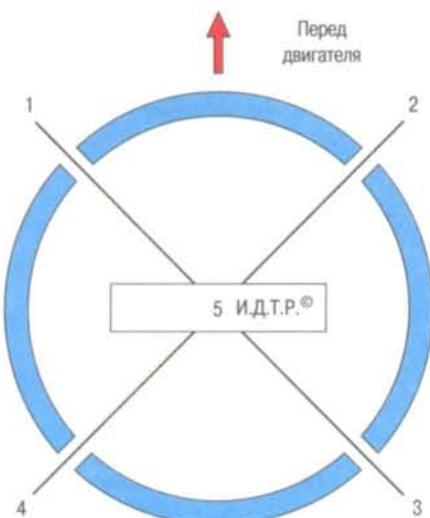

Рис. 5.30. Расположение замков поршневых колец перед установкой поршня в цилиндр:
20. Сориентируйте кольца, как показано на рис. 5.30. Установите кольца на остальные поршни.